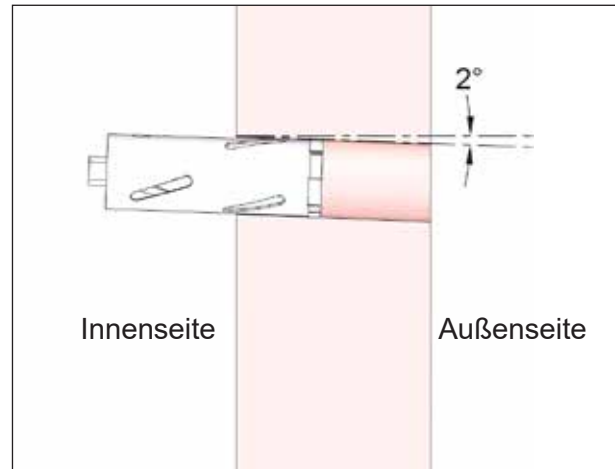

Abb. 18: Kernlochbohrungen anbringen
- ▶ Erstellen Sie die beiden Kernlochbohrungen mit \varnothing 120 mm nach Abb. 18.